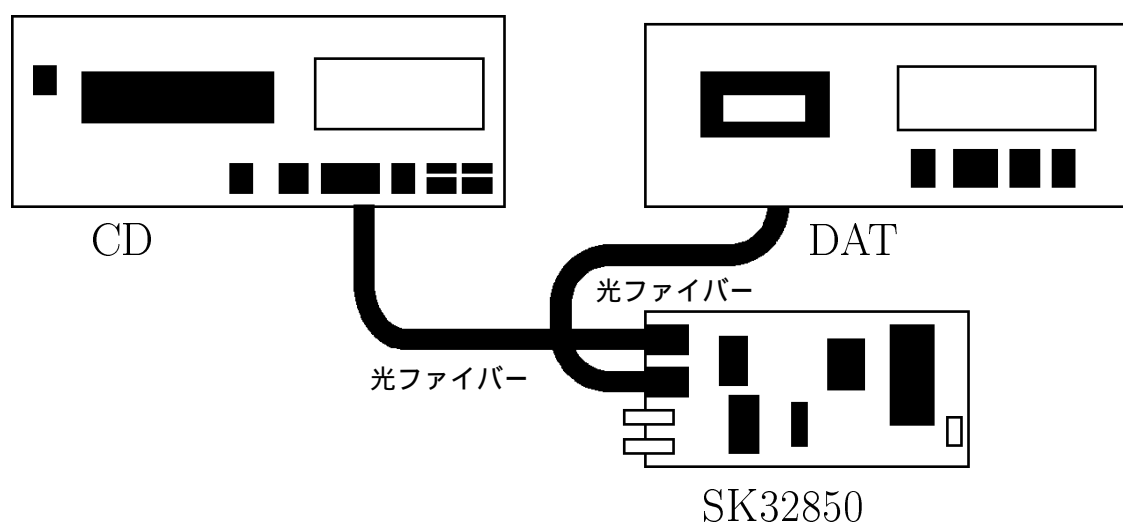

Fig 3 接続図
電源を入れたら 6 個並んだ LED の一番上のみが点灯します。そこで SW3 を押して行くと順次下に点灯が送られていきます。このスイッチは、入力切り替えのスイッチです。それでは、LED の点灯を一番上にして CD の光出力から本機の入力に接続し、本機的光出力または同軸出力から DAT のそれらの入力に接続します。(Fig 3) CD の電源を入れていると 3 個並んだ LED の中間が点灯します。これの意味は、標準化周波数が 44.1kHz (CD) であるということです。そこで DAT をデジタル録音状態²にして CD を PLAY させます。曲が始まった瞬間にテープに START ID が書き込まれるはずですが、1 曲目が終わり、2 曲目が始まった時にまた START ID が書き